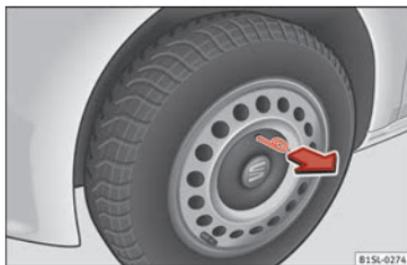

Fig. 50 Retire os tampões das jantes de aço.
- Para desmontá-lo, retire o gancho metálico das ferramentas de bordo e encaixe-o na extremidade do embelezador » Fig. 50.